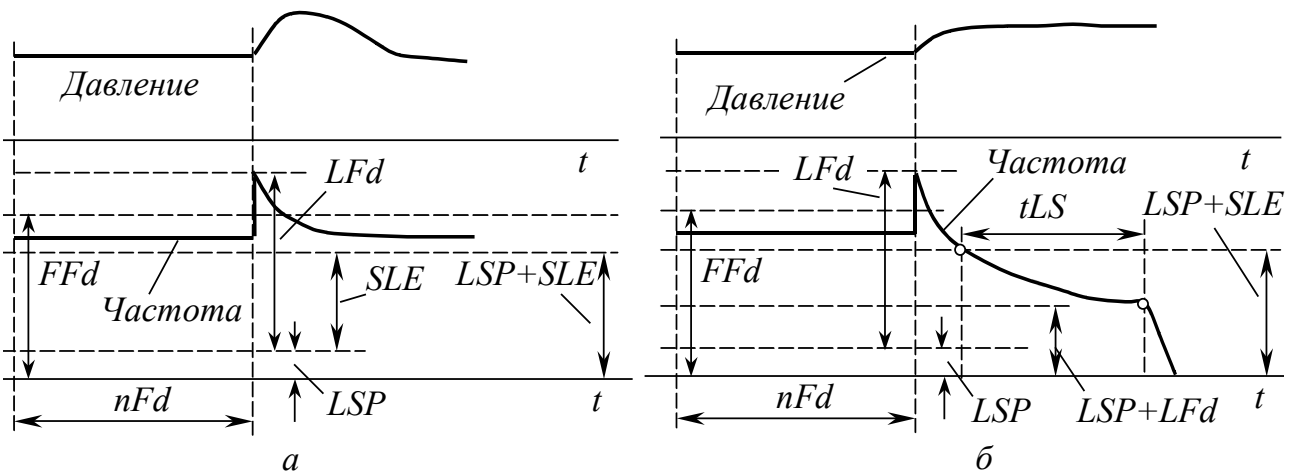

Рис. 9.12. Испытание повышением давления
**Испытание при повышенном давлении** (рис. 9.12).
В данном случае по прошествии времени  $nFd$  производится скачок частоты до уровня  $LSP+LFd$ , но уже вверх от исходной. Давление в магистрали растет, ошибка ПИД-регулятора становится отрицательной, что приводит к снижению частоты и подачи воды. Если расход воды отличен от нуля, давление в магистрали снижается до прежнего уровня, ошибка регулирования давления приближается к нулю, а частота возвращается к своему прежнему значению (рис. 9.12а). Если расход отсутствует, рост частоты и подачи приводит к возрастанию давления. ПИД-регулятор, тщетно пытаясь снизить давление, уменьшает частоту ниже исходного уровня. После снижения частоты до уровня  $LSP+SLE$  начинается отсчет выдержки времени  $tLS$ , по истечении которой задание на частоту снижается до нуля (рис. 9.12б).